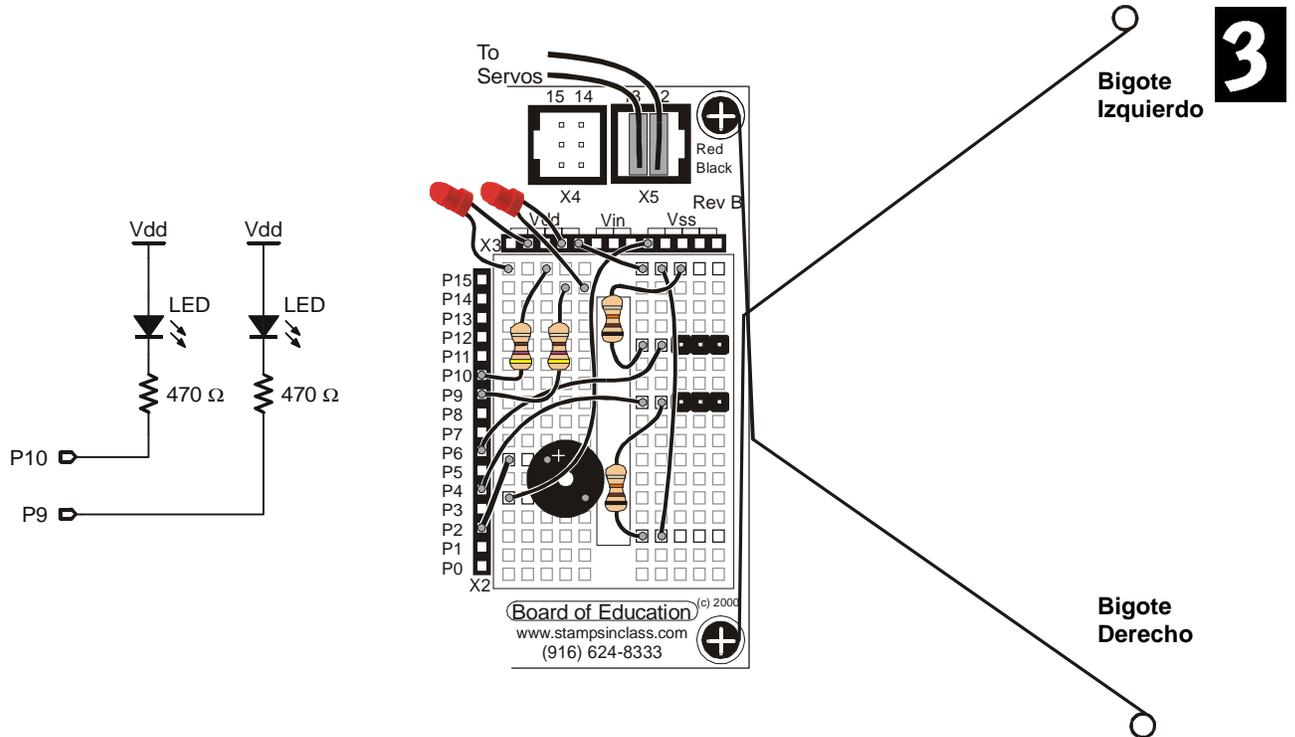

Figura 3.7 (a): agregue este circuito, (b) para que los bigotes se vean así cuando termine.
- Construya el circuito que se muestra en la Figura 3.7.